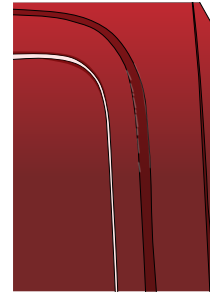

Abbildung 17
- › Den nicht eingeschnittenen Bereich der Vertiefung auf 30 ° C bis 40 ° C erhitzen und mit dem Daumen nach unten fahren, um die Folie anzudrücken. (Abb. 17)